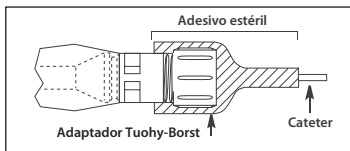

Figura 5
- A extremidade do adaptador Tuohy-Borst da proteção contra contaminação do cateter deve ser fixada com fita adesiva estéril para impedir que o cateter se mova (ver Figura 5).